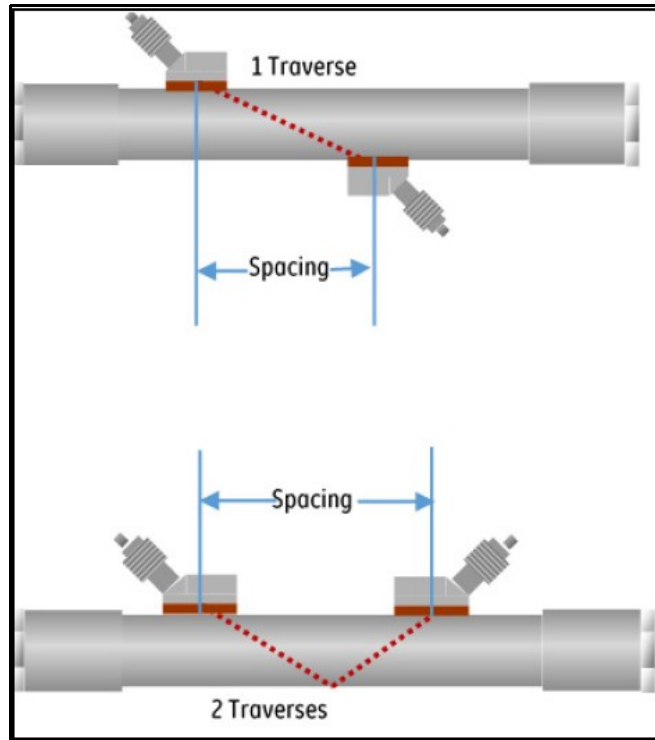

Figura 74: Distancia
3. El valor **[Spacing]** (Distancia) indica el cálculo del XMT1000 de la distancia correcta entre los transductores aguas arriba y aguas abajo en función de los datos programados de transductores, fluido y tubería. Se trata de la distancia física que debe instalarse para instalar la fijación de abrazadera del transductor en la tubería (consulte la Figura 74). Al salir del menú **[Channel x]**, el multímetro mostrará un mensaje para indicar que la distancia física entre los transductores se debe ajustar el valor calculado por el XMT1000.